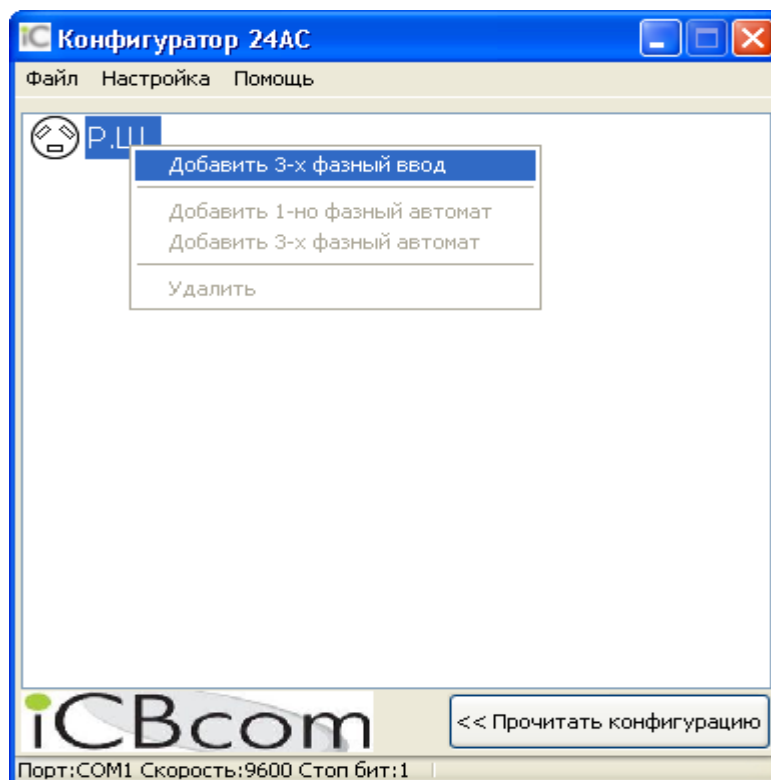

Рисунок 7 – Добавление 3-х фазного ввода.
- В главном окне программы щелчком правой кнопки мыши вызвать всплывающее меню (см. рисунок 7) и выбрать «Добавить 3-х фазный ввод»;